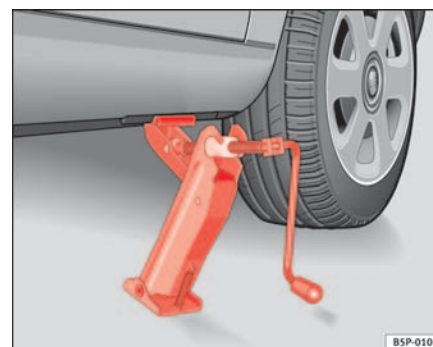

Fig. 175 Colocación del gato
- Posicione el gato de modo que su garra envuelva el nervio del larguero inferior y que la placa base móvil se apoye plana sobre el suelo ⇒ **página 251, fig. 175.**